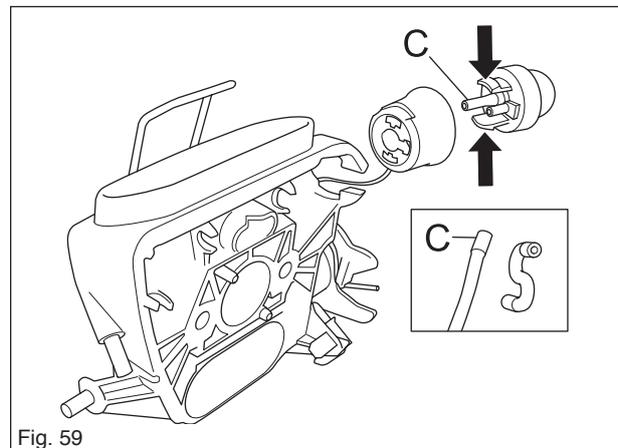

Fig. 59
2. Suelte la manguera de aspiración C y la manguera de retorno de la bomba de combustible (fig. 59).
1. Fije la bomba de combustible en el soporte del filtro (fig. 59).